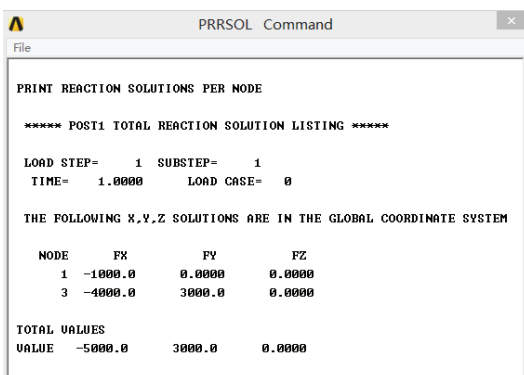

图 3-73 节点反作用力计算结果
4) 选择 Main Menu | General Postproc | List Results | Reaction Solu 命令, 出现 List Reaction Solution 对话框, 在 Lab Item to be listed 列表框中选择 All items, 单击 OK 按钮, ANSYS 显示窗口将显示如图 3-73 所示的节点反作用力结果。